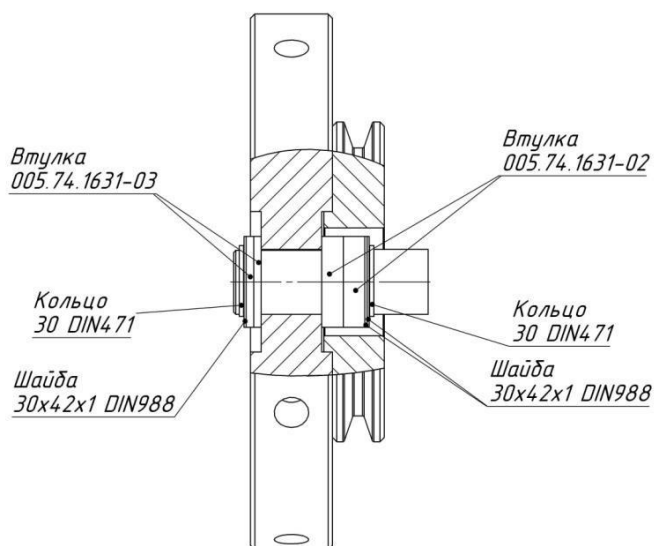
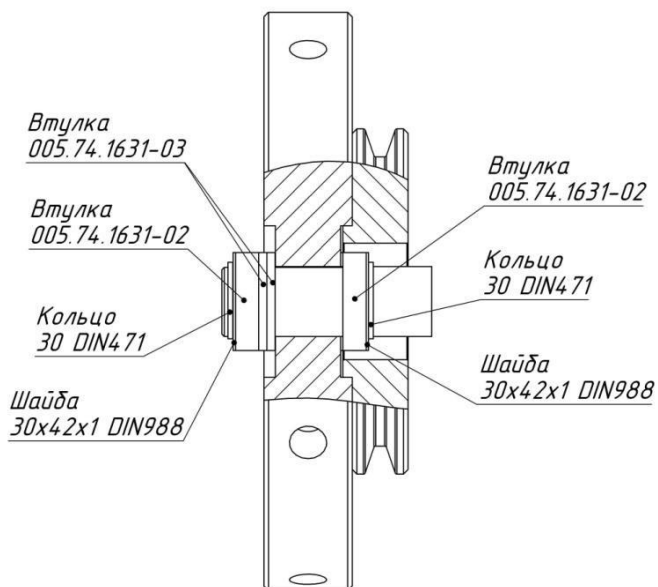
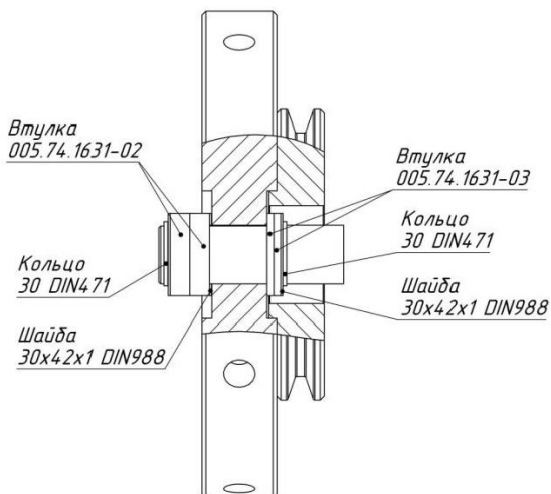
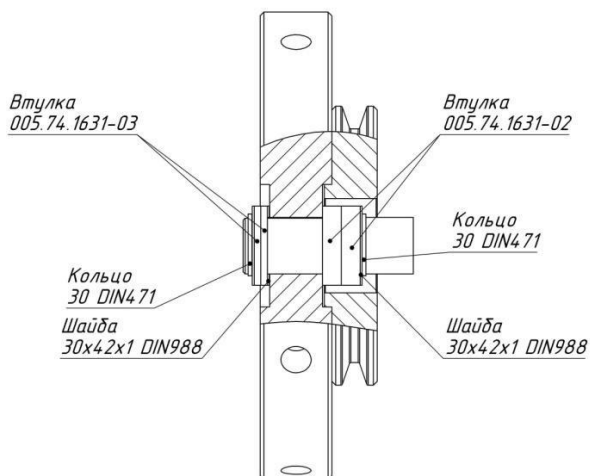

РИС.3
РИС.4.
Рис. 8.
Рис. 9.
- 7) В зависимости от модели мотоблока установите шкив древокола согласно рис.3, рис.4, рис.8, рис.9, подобрав ремень из комплектации.